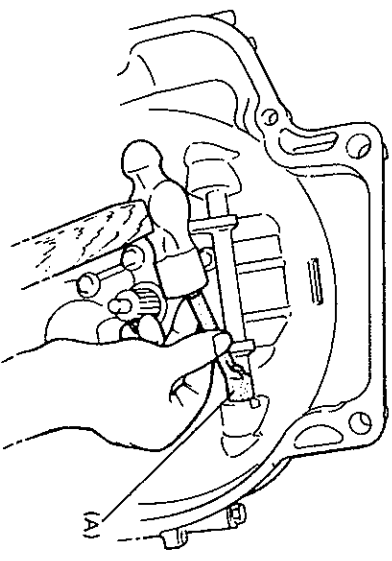

Fig. 13-5-2
- 3) Desmontar totalmente el muelle del eje de desembrague. Empleando util (A) según Fig. 13-5-2, golpear en el extremo del mismo una vez posicionado para extraer el casquillo y el tapón. Extractor del casquillo de desembrague (A) (C09925—48210).